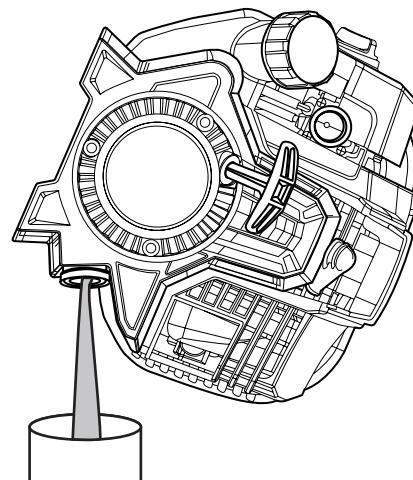

Fig. 22
3. Incline la unidad verticalmente para verter el aceite fuera del orificio de llenado del aceite en un recipiente (Fig. 22). Deje tiempo suficiente para el drenaje completo.